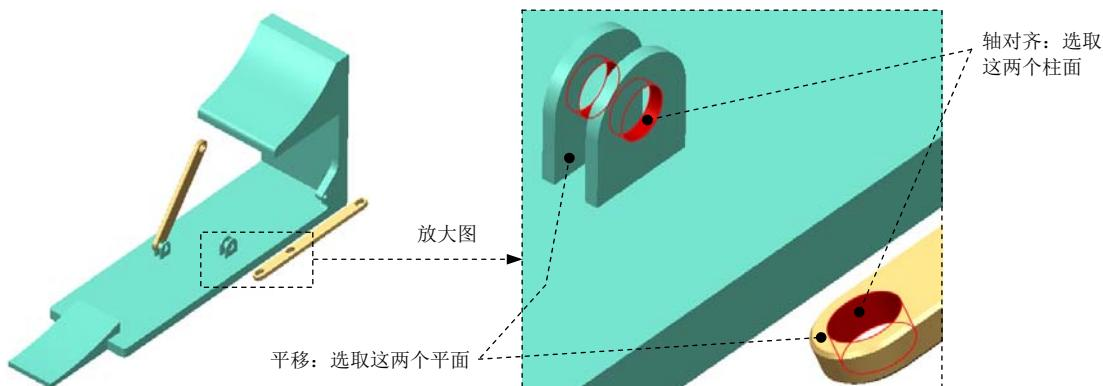

图 9.5.7 创建销 (Pin) 连接
Step4. 引入元件 LINK02.prt，并将其调整到图 9.5.7 所示的位置。
- (1) 在“元件放置”操控板的机械连接约束列表中选择 销 选项。
- (2) 定义“轴对齐”约束。单击操控板中的 **放置** 按钮，分别选取图 9.5.7 中的两个柱面为“轴对齐”约束参考，如图 9.5.8 所示。
- (3) 定义“平移”约束。分别选取图 9.5.7 中的两个平面为“平移”约束的参考，如图